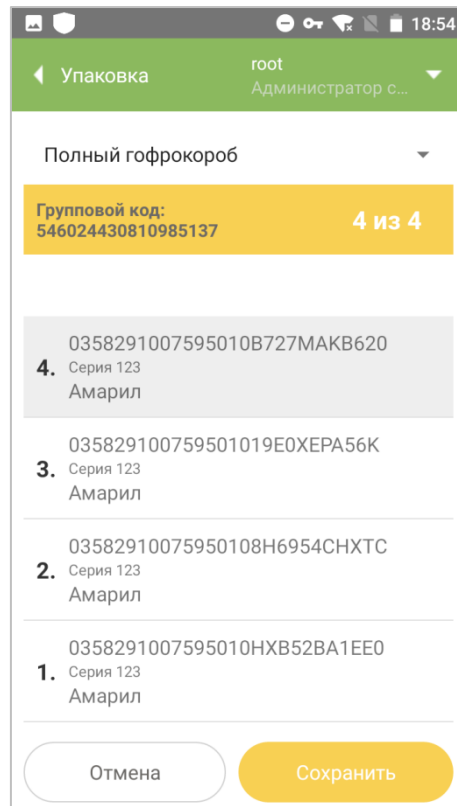

Рисунок 2.8
- 2.1.6. Завершить упаковку короба нажав кнопку «Сохранить» (Рисунок 2.8).